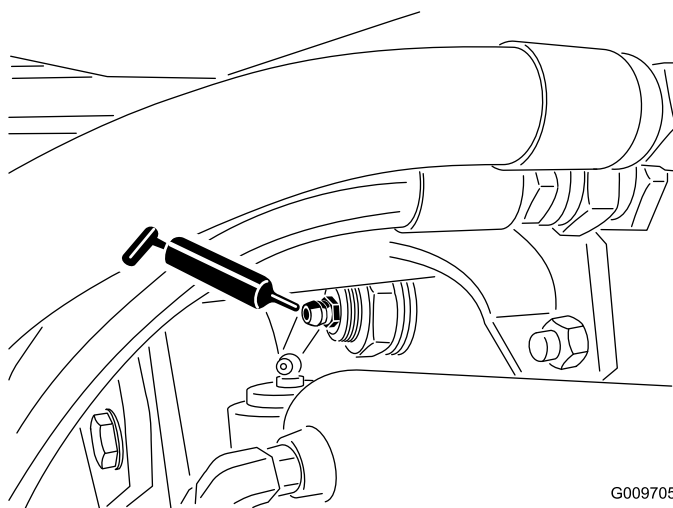

Figure 82
- Bagues de pivot de pont arrière (2) (Figure 82).